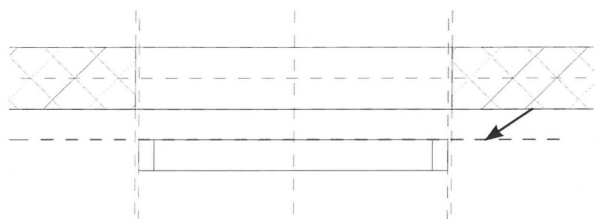

Fig. 08.48. Klik på *Reference Plane* på indersiden af væggen.
- Klik på *Reference Plane* på indersiden af væggen (Fig. 08.48).